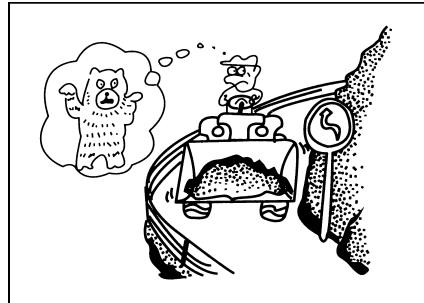

Рис.1-73
- В местах с плохим полем зрения или на узком перекрестке следует снизить скорость, после паузы продолжать движение. При необходимости предупредить другие автомобили гудком, или ходить под наведением специального лица, избавить не аккуратного оперирования (рис. 1-73).